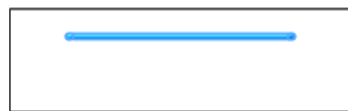

图 13.2.26 扫描 1
Step7. 创建图 13.2.26 所示的扫描 1。
(1) 选择下拉菜单 **插入(I)** → **凸台/基体(B)** → **扫描(S)...** 命令，系统弹出“扫描”对话框。